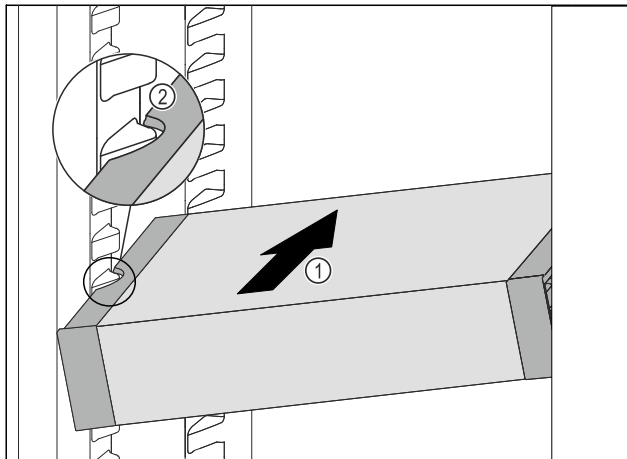

Fig. 74
- VarioSafe schräg in das Kühlteil einschieben Fig. 74 (1), bis sich die seitlichen Aussparungen Fig. 74 (2) des VarioSafes auf Höhe der Behälterrippe im Kühlteil befinden.